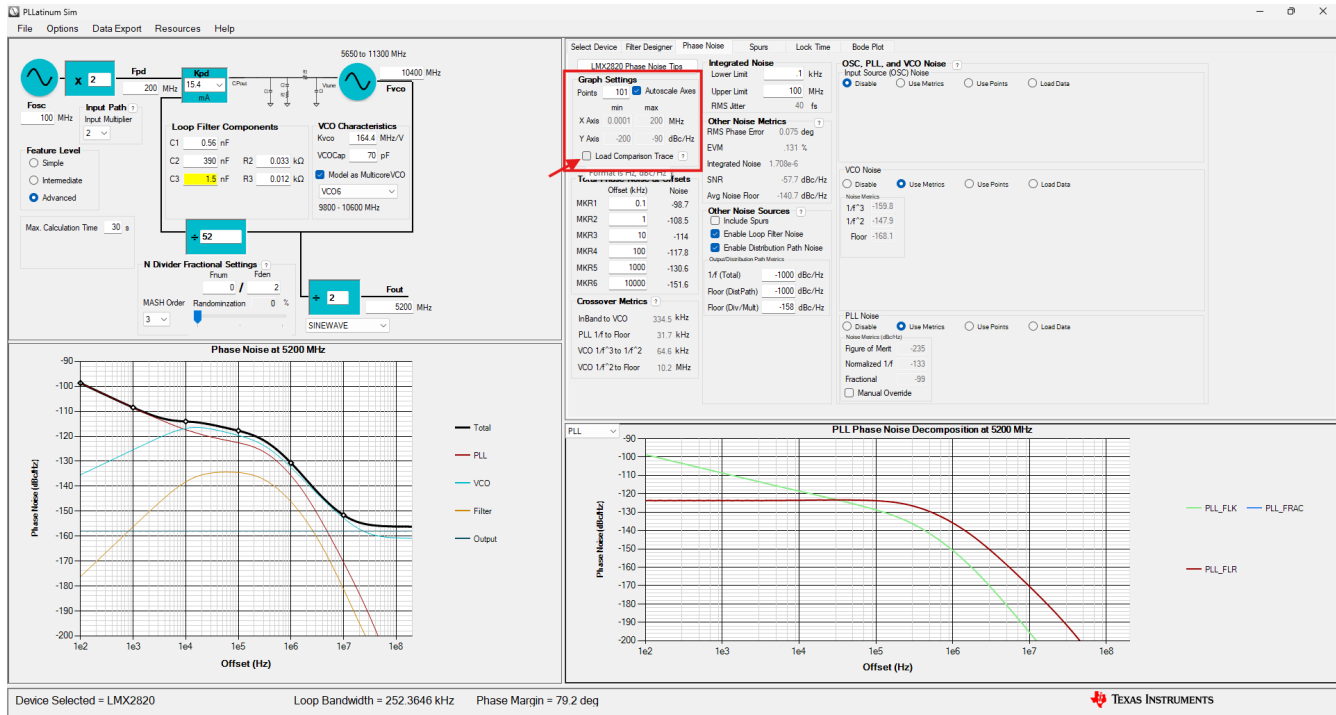

図 11-1. パターンの PLLatinum Sim への読み込み
2. 図 11-1 に示すように、「Phase Noise」(位相ノイズ) タブで、「Graph Settings」(グラフの設定) セクションの「Load Comparison trace」(比較パターンを読み込む) チェック ボックスを選択します。